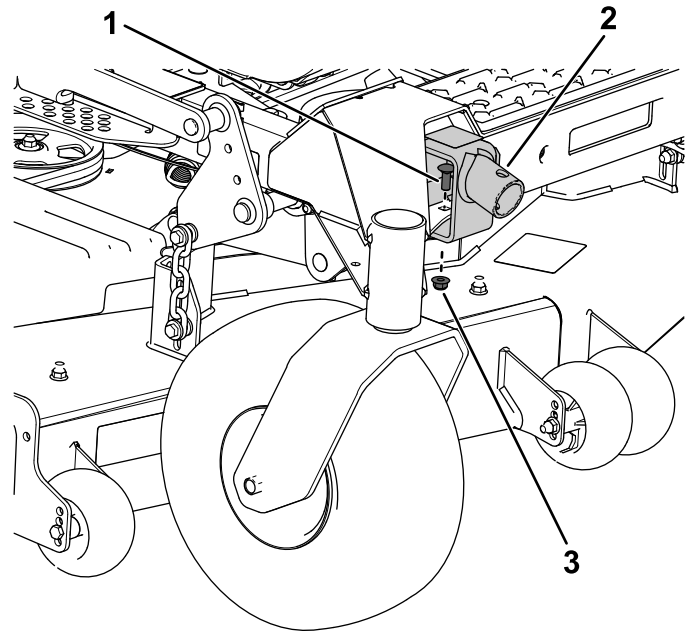

Figura 1
Se tiver instalado o kit de depósito de recolha, tem de instalar a montagem do macaco no lado direito da estrutura (Figura 1).
1. Alinhe os furos na montagem do macaco com os furos na frente da estrutura (Figura 1).
2. Prenda a montagem do macaco na parte frontal e inferior da estrutura com dois parafusos de carroçaria (3/8 pol. x 1 pol.) e duas porcas de bloqueio (3/8 pol.) como se mostra na Figura 1.